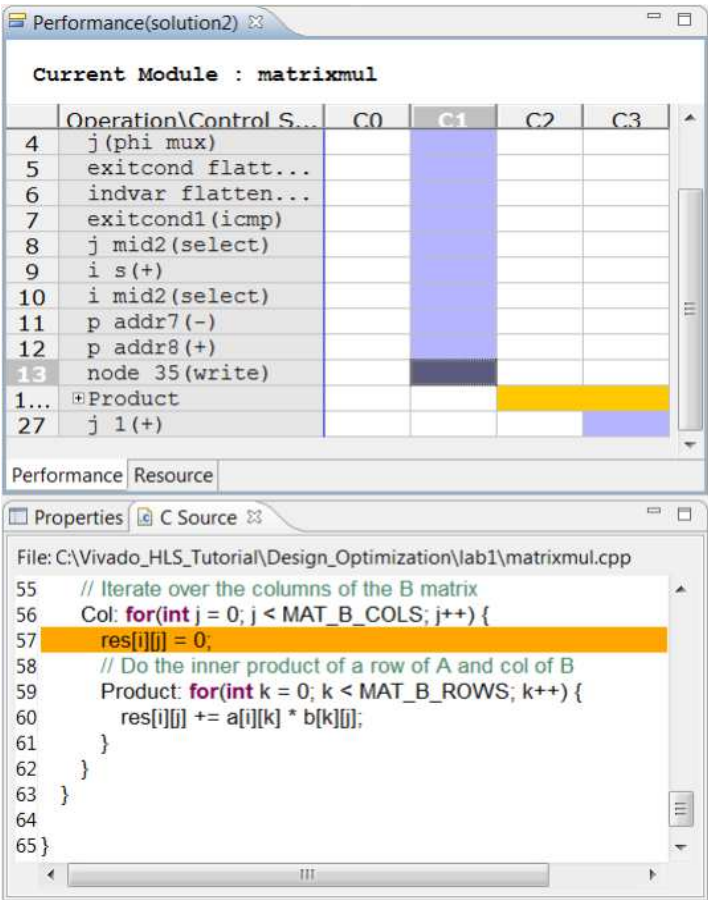

图 7-7:Matrixmul 初始性能视图
- 9.右键单击并选择 **Goto Source** 查看图 7-7 中的视图。